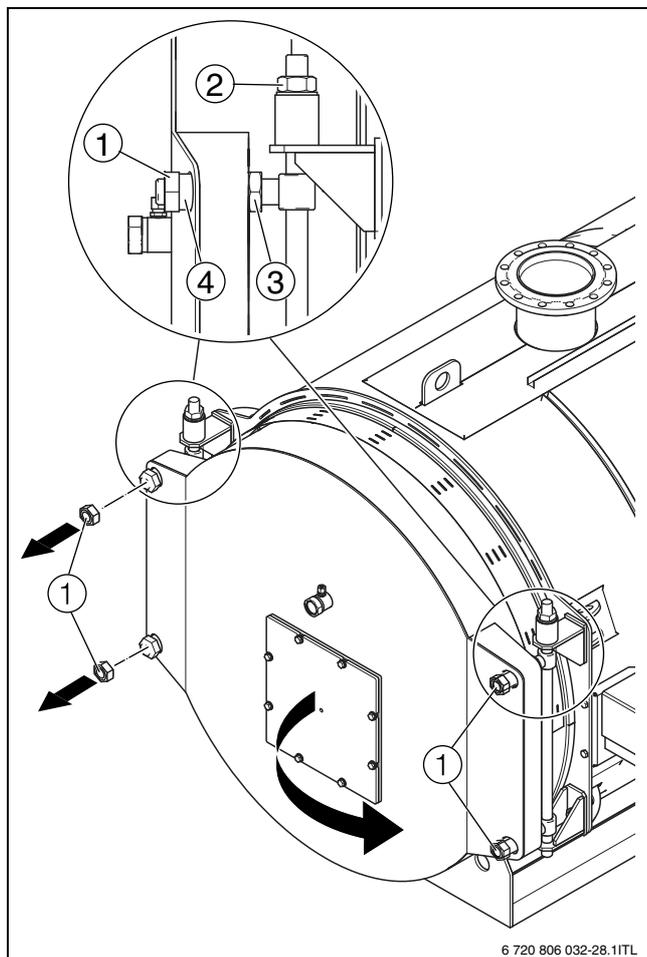

Рис. 16 Открытие двери горелки
Пояснения к рис. 16:
- ▶ Заверните гайки (→ рис. 16, [1]) на осях шарниров [4], и притяните дверь до уплотнительных поверхностей.